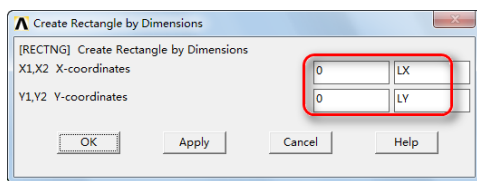

图 7-47 “Create Rectangle by Dimensions”对话框
② 依次选择 Main Menu→Preprocessor→Modeling→Create→Areas→Rectangle→By Dimensions, 会弹出“Create Rectangle by Dimensions”对话框, 如图 7-47 所示, 在“X1, X2 X-coordinates”输入框中依次输入 0, LX, 在“Y1, Y2 Y-coordinates”输入框中依次输入 0, LY。